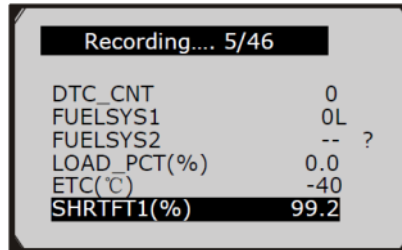

Рис. 5.26
- 5) Ожидать появления кода неисправности для включения записи или нажать кнопку **ОК**, чтобы приступить к записи (рис. 5.26).
- 7) Ожидать появления кода неисправности для начала записи или нажать кнопку **OK**, чтобы приступить к записи (рис. 5.26).